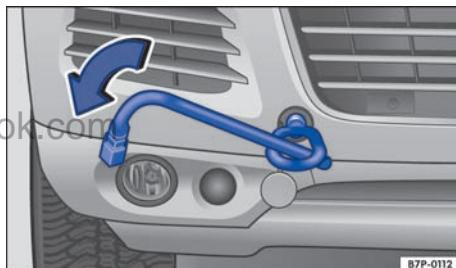

图 286 前保险杠上右侧：拧入牵引环
- 将牵引环逆时针尽量牢固地拧入支座中  $\Rightarrow$  图 286  $\Rightarrow$  ①。用一个合适的物品，将牵引环充分而牢固地拧入支座中。